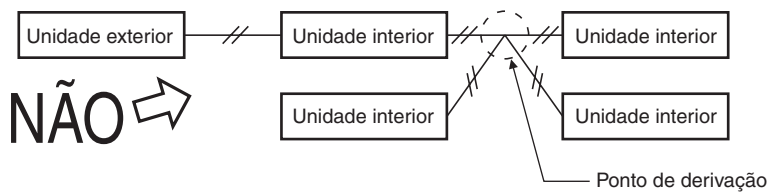

Fig. 4-4
- (3) Não instale a cablagem de controlo entre unidades na forma de derivação em estrela. A instalação eléctrica de derivação em estrela causa uma definição errada do endereço. (Fig. 4-4)